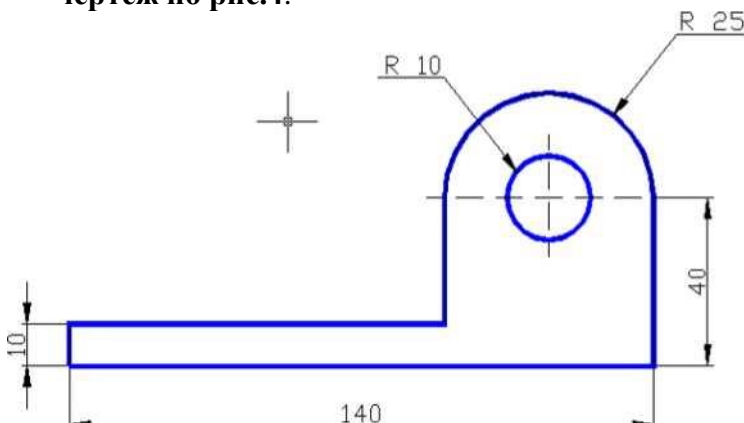

Рис.4
6. Используя навыки, полученные при выполнении предыдущих пунктов, построить чертеж по рис.4.
- 6.3. Построить чертеж по рис. 4. Предварительно погасите все заполненные слои, сделайте текущим слой с именем "Чертеж", настройте сетку и привязку к узлам сетки с шагом 5 мм. Координата левой нижней точки чертежа 25,130.